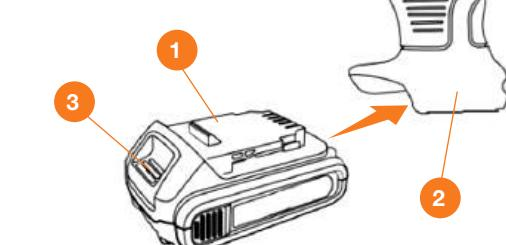

Рис. 13
- Установите аккумуляторную батарею **1** в разъем рукоятки пилы **2** до щелка (Рис. 13).
DAEWOO DACS 416Li оборудована системой дополнительной защиты от случайного включения. Для снятия защиты необходимо нажать на кнопку ① (Рис. 13).
- Нажмите и удерживайте кнопку блокировки включения ②.
- Зажмите клавишу включения ③. Двигатель заскочит и цепь начнет вращение.